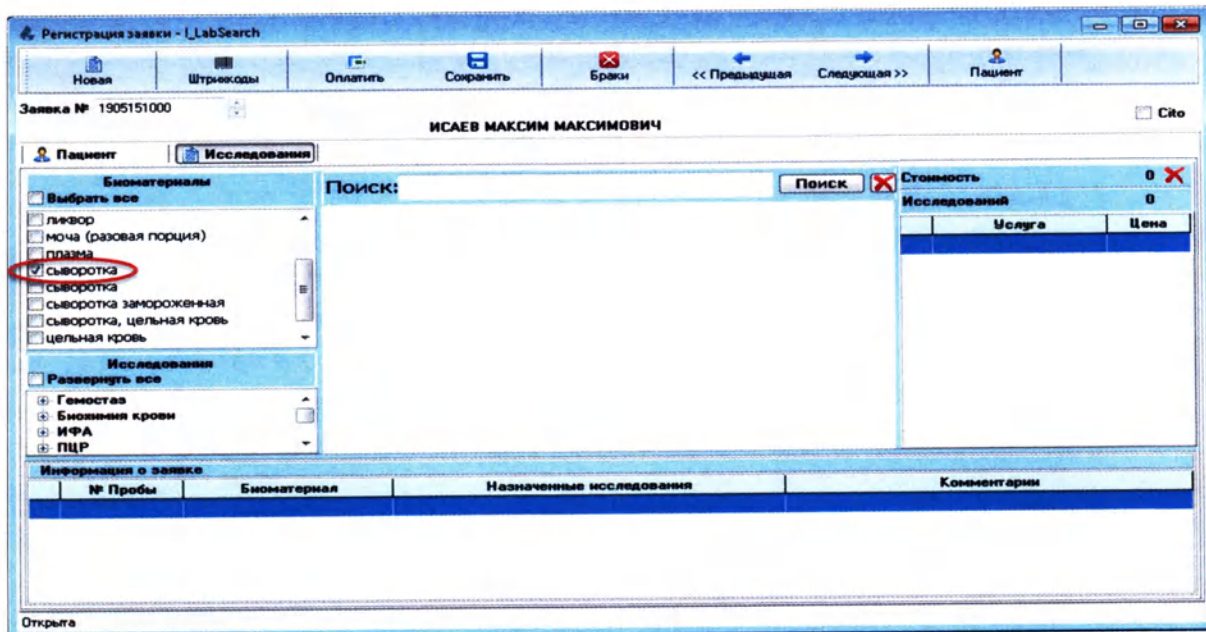

Рисунок 2.42
- Выберите необходимые биоматериалы, щелкнув по ним левой кнопкой мыши (Рисунок 2.42):